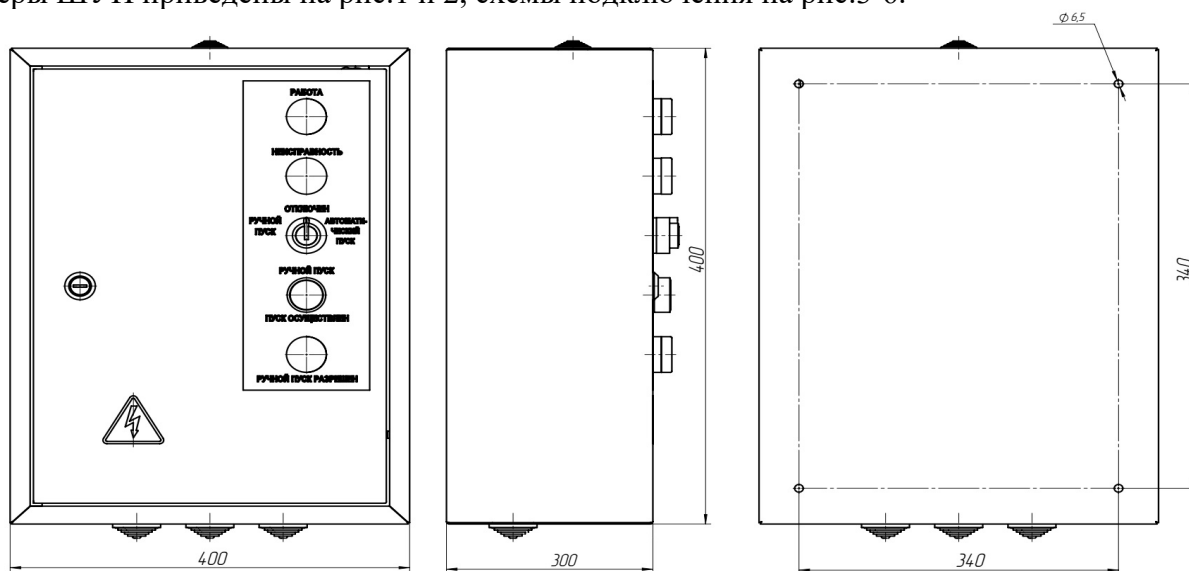

Рис.1. Габаритные и установочные размеры ШУП-XX исп.1К.
2.1.3. ШУП крепится на вертикальную несущую поверхность. Габаритные и установочные размеры ШУП приведены на рис.1 и 2, схемы подключения на рис.3-6.